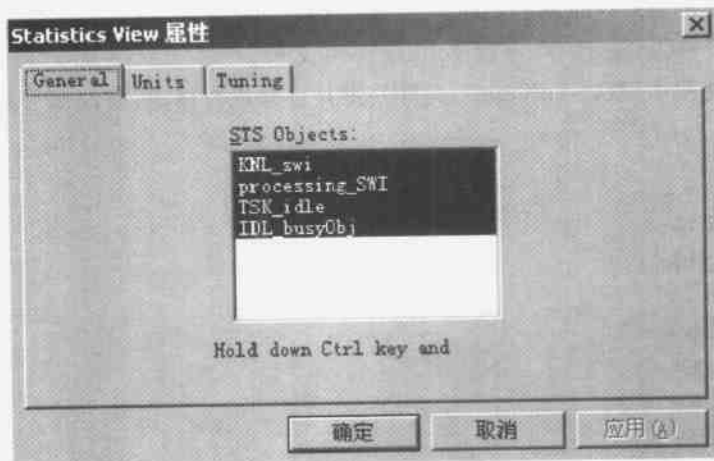

图 7.31 Statistics View 窗口
(1) 执行菜单命令 DSP/BIOS→Statistics View, 将弹出一个 Statistics View 窗口, 在 Statistics View 窗口右击, 在弹出的菜单中选择 Property Page, 如图 7.31 所示。
(2) 在 RTA 控制面板上, 选中 enable SWI accumulators。
(3) 如果程序已中止运行, 按 F5 键运行程序。
(4) 观察 Statistics View 中的最大值, SWI 的统计数据是用指令周期来表示的。实际的